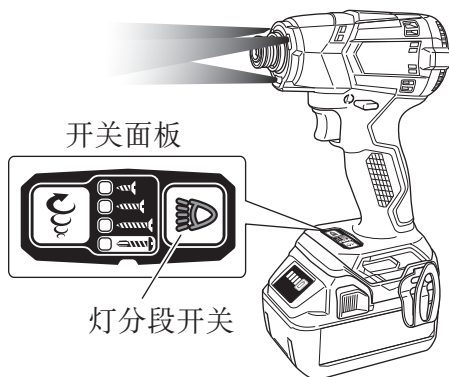

图12
- 按下开关面板上的灯分段开关，可将LED灯的照明模式在“常亮” → “SW联锁” → “熄灭”之间切换。（图12）